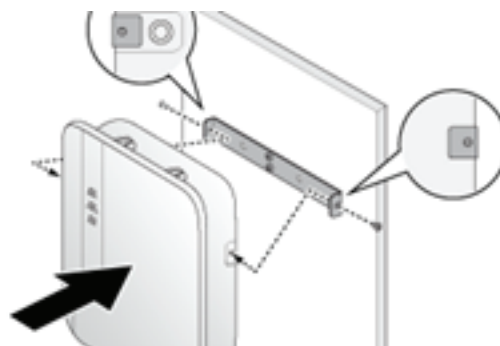

Figure 4-2.
3. Voir Figure 4-2. Alignez les orifices de vis du support de montage avec la station de charge Power Max 2. Installez et fixez la station de charge Power Max 2 sur le support de montage à l'aide des deux (2) vis Torx T30 fournies. Serrez à 1,5 N·m.